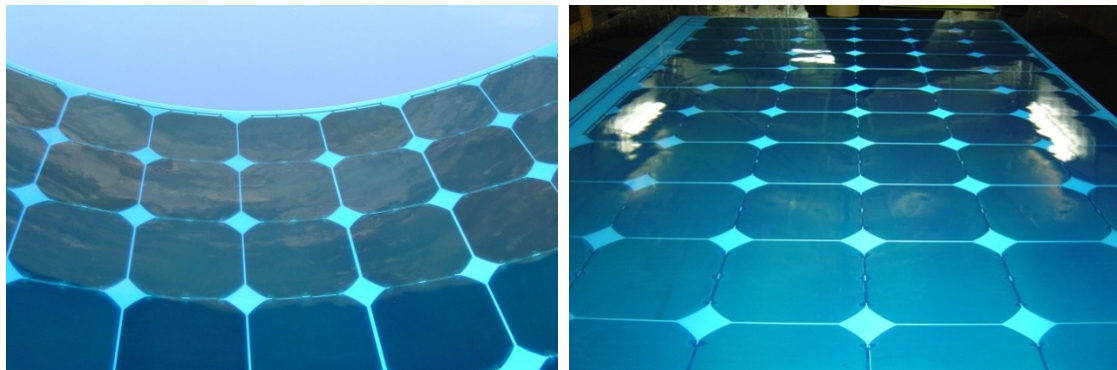

Figure 1: Module photovoltaïque bleu à haut rendement
- un design très varié (Fig.1)